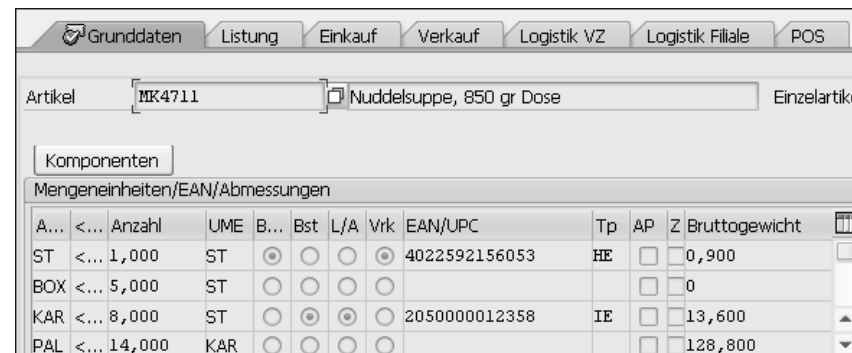

Abbildung 4.14 Mengeneinheiten im Artikelstamm pflegen
In SAP Retail können Sie pro Artikel mehrere solcher optimalen Mengeneinheiten (es gibt keine Beschränkung nach oben, aber selten sind es mehr als vier Einheiten) hinterlegen. Für den Artikel in Abbildung 4.14 wurden z. B. drei Mengeneinheiten gepflegt: die Basismengeneinheit Stück (ST); die Filialbestimmeneinheit Karton (KAR), die Einheit Box (Box) und die Bestellmengeneinheit für das Verteilzentrum Palette (PAL). Zu jeder Mengeneinheit wurde jeweils das Verhältnis in Bezug zur Basismengeneinheit angegeben.